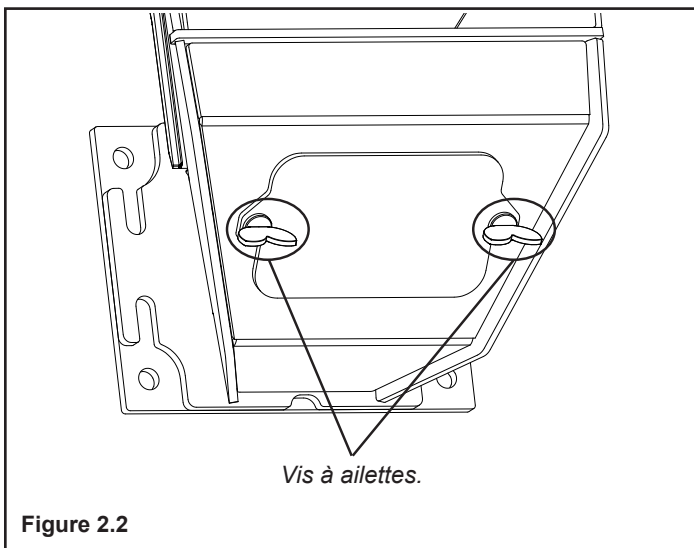

Figure 2.2
- Desserrez les 2 vis à oreilles à serrage à main situées aux coins inférieurs avant du pot de combustion. Figure 2.2